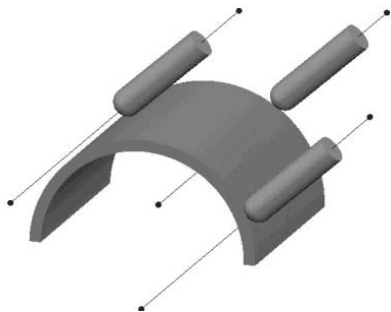

图 2-198 固定方向
(9) 固定方向 将刀轴设置为用户定义的角度，刀具刀轴始终与定义的方向矢量平行，如图 2-198 所示。